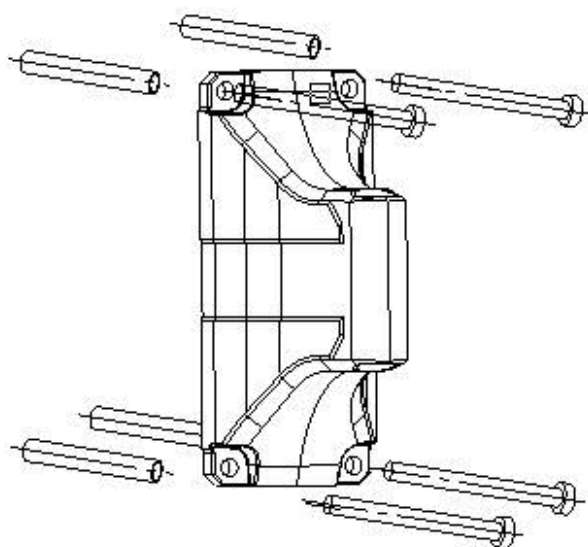

Fig.1
4. Fixez le support avec les quatre vis autotaraudeuses en conséquence (Fig.1).